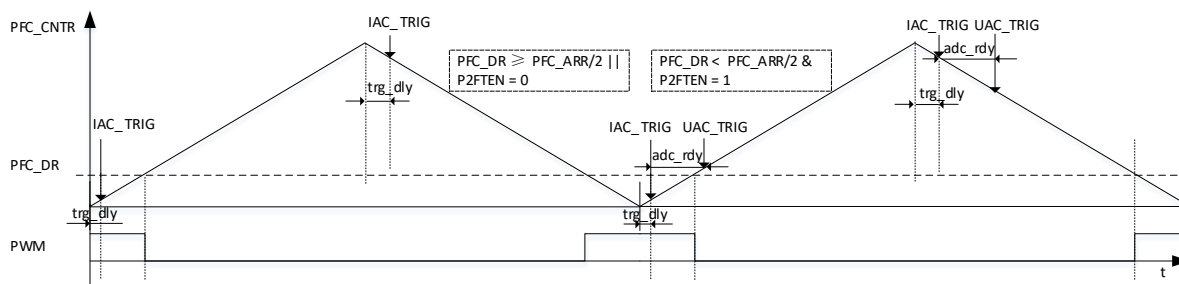

图 12-6 PWM 输出与 IAC/UAC 采样时机图
- PFC\_CR2[P2FTEN]和 PFC\_DR 决定触发采样点(如图 12-6 所示): 当 PFC\_CR2[P2FTEN] = 0 且 PFC\_DR < PFC\_ARR/2 时, PFC\_CNTR 计数到下溢点触发采样; 否则 PFC\_CNTR 计数到上溢点触发采样(如 PFC\_CR2[P2FTEN] = 1, 或 PFC\_DR ≥ PFC\_ARR/2); 设置 PFC\_TRGDLY 可延迟采样, 上溢点为 PFC\_CNTR 向上计数到 PFC\_TRGDLY\*8, 下溢点为 PFC\_CNTR 向下计数到(PFC\_ARR - PFC\_TRGDLY\*8)。